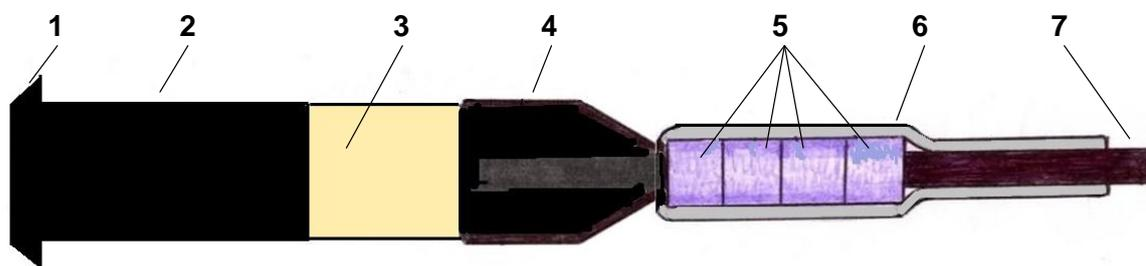

Рис. 2. Монтаж переходника на кабеле ТсОС-П:
4.3.1. Герметизацию ввода тонкого кабеля в патрубок муфты выполняют, как правило, после сращивания волокон. Муфту закрепляют в монтажном кронштейне и монтируют на кабеле переходник из трубки ТУТ 19/5 и изоленты (см. рис.2) так, чтобы над бандажами из изоленты получить диаметр по поверхности трубки ТУТ 14-15 мм.